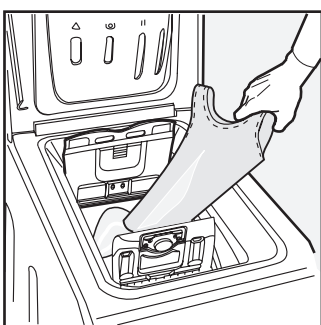

Fig. 3
C) **INTRODUISEZ LE LINGE.** (Fig. 3).